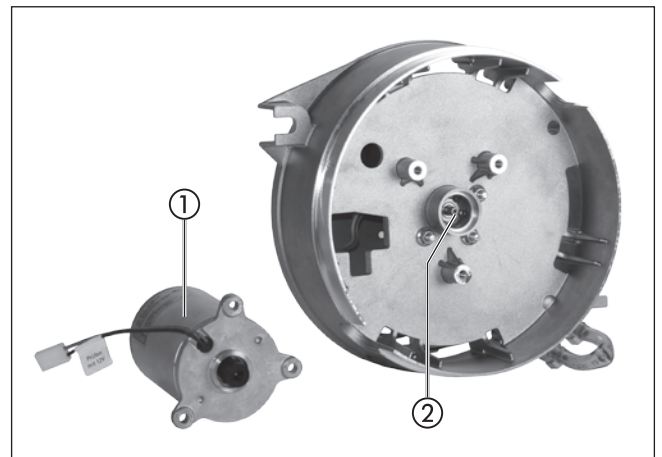

Bild 8
- Die Kabelstränge – wie im Bild 8 und 9 – gezeigt verlegen.